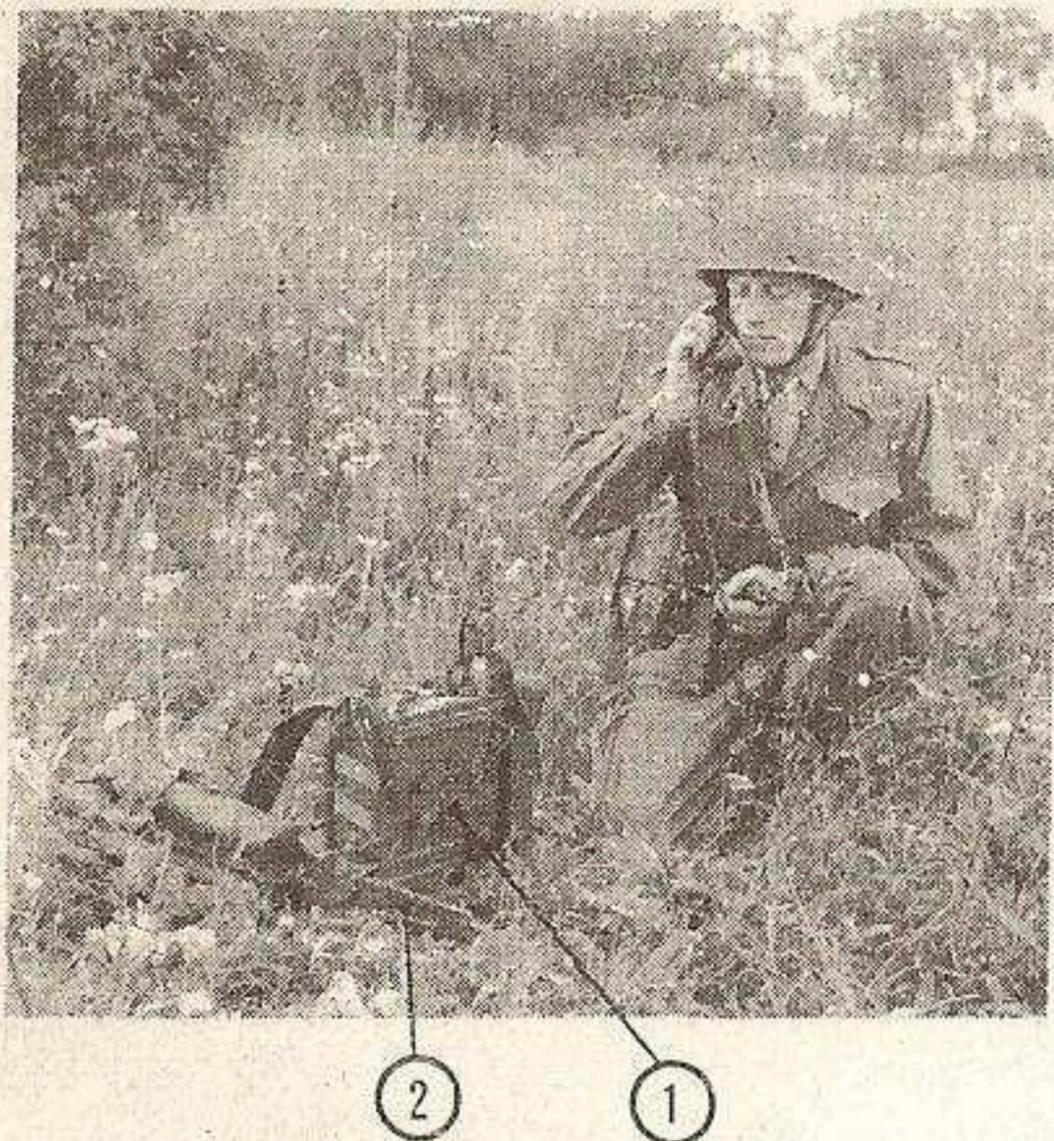

Fig.6 - Exploitation à terre
- Défaire la sangle (1) fig. 6.
- Dégager l'équerre (2) fig. 6 de son téton de fixation et l'ouvrir.